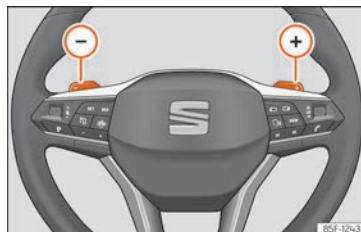

Fig. 136 Volante: palancas para cambio automático.
- Pulse la leva de cambio (+) para insertar una marcha superior » fig. 136.